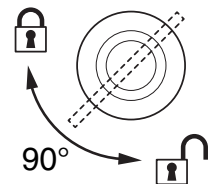

Bild 21: Schnellverschlüsse
3. Siehe Bild 21. Drehen Sie beide Schnellverschlüsse um 90° gegen den Uhrzeigersinn, um sie sicher zu verriegeln.